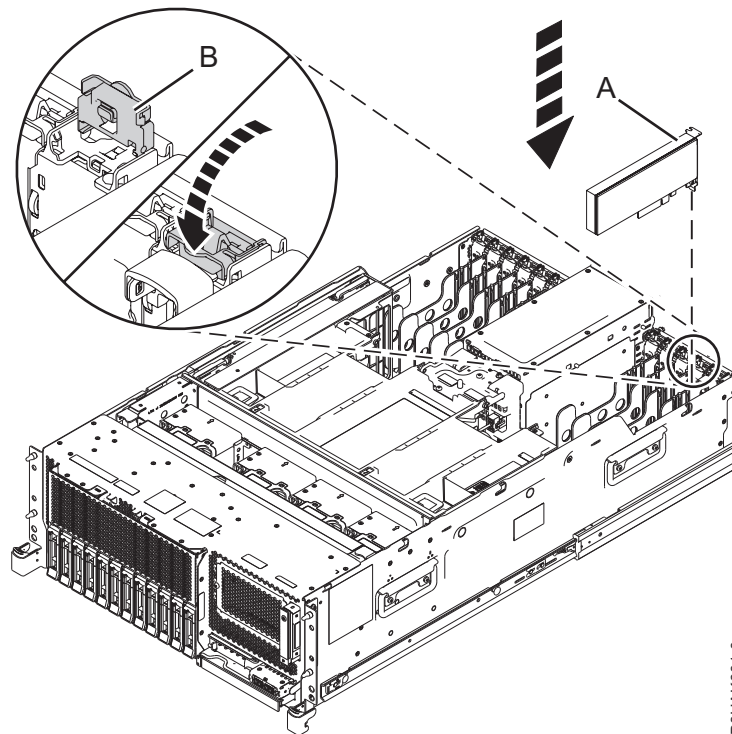
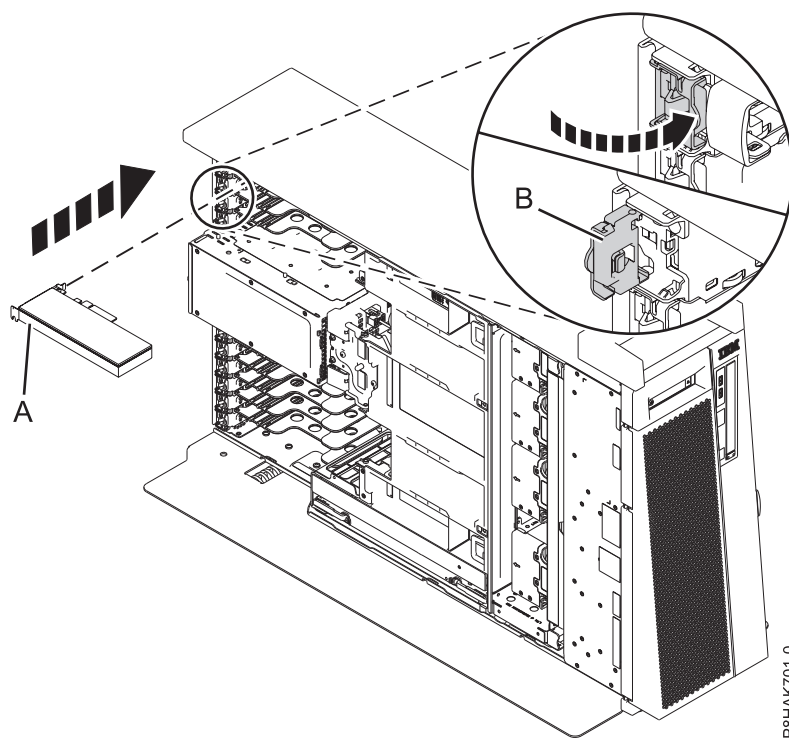

Figura 74. Instalar ou substituir um adaptador PCIe num sistema montado em bastidor
Figura 75. Instalar ou substituir um adaptador PCIe num sistema 8286-41A autónomo
7. Se a patilha do adaptador **(B)** na ranhura alvo não estiver na posição aberta, puxe a patilha para a posição aberta ao rodar a patilha para fora do respectivo clip na parte posterior do sistema, como demonstrado em Figura 74 e Figura 75 na página 84.
8. Agarre cuidadosamente o adaptador pela respectiva aresta superior ou contraponto e alinhe o adaptador com a ranhura e o respectivo conector no painel posterior do sistema **(A)**, conforme demonstrado em Figura 74 e Figura 75 na página 84.
10. Para bloquear o adaptador na respectiva ranhura, rode a patilha do adaptador **(B)** na direcção demonstrada em Figura 74 e Figura 75 na página 84.